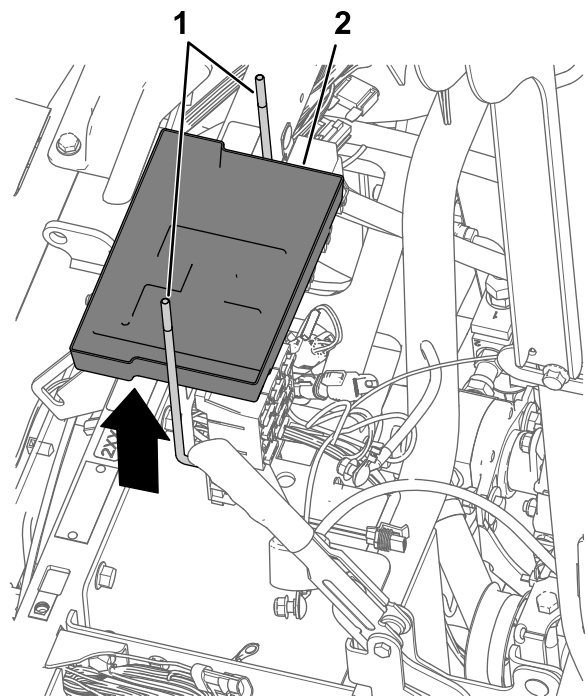

Figura 173
5. Rimuovete i 2 bulloni a J e il vassoio della batteria dalla staffa della batteria (Figura 173).